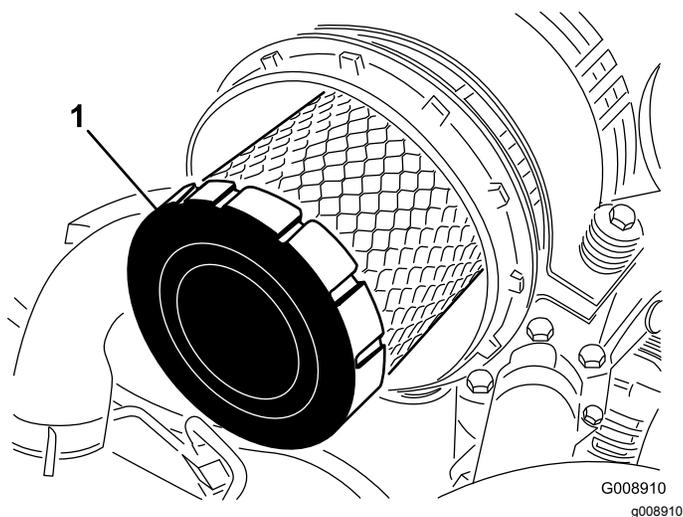

Figure 88
4. Déposez le préfiltre (Figure 88).